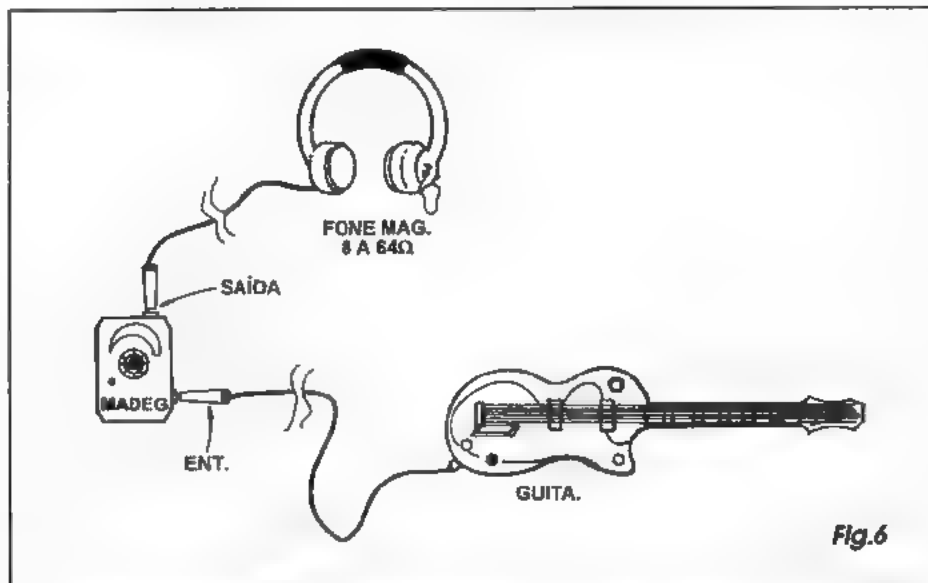

Fig.6
**- FIG. 6 - USANDO O MADEG...** - Acreditamos que já deve ter ficado mais do que claro o modo como o dispositivo é usado, porém a ilustração dá todas as dicas, com detalhes... Com o conjunto guitarra/MADEG/fones disposto no modo indicado, é só colocar os fones nas *zoreia*, ligar o MADEG (ajustando o ganho/volume para um ponto confortável) e... *atacar* o instrumento à vontade! Com quase toda a certeza, a fidelidade do som será ainda melhor do que a normalmente obtida com o instrumento diretamente ligado ao costumeiro amplificador de potência...! Obviamente que os controles e chaves incorporados à própria guitarra deverão também ser ajustados e manipulados *nos conformes*, dentro do que o músico já está acostumado a fazer... Quem quiser intercalar pedais de efeitos e modificadores eletrônicos, poderá fazê-lo *na mesma "posição"* em que normalmente tais dispositivos são usados, ou seja: *entre* a guitarra e o MADEG (que, no caso, está *no lugar* do amplificador de potência costumeiro...). Nesse caso, é bom manter o ajuste de ganho do MADEG em posição mínima, uma vez que os sinais da guitarra, após *passarem* pelos circuitos eletrônicos dos pedais ou modificadores, costumam apresentar-se já bastante *reforçados* em nível...